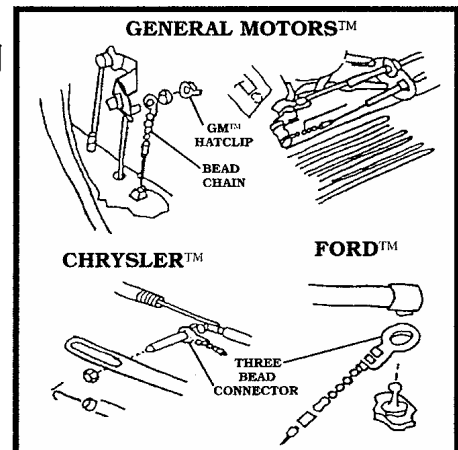

Figure 16
1. 大多數的通用汽車及克萊斯勒汽車的車種，較適合使用3珠鎖片 (Three Bead Connector)。 Figure 16